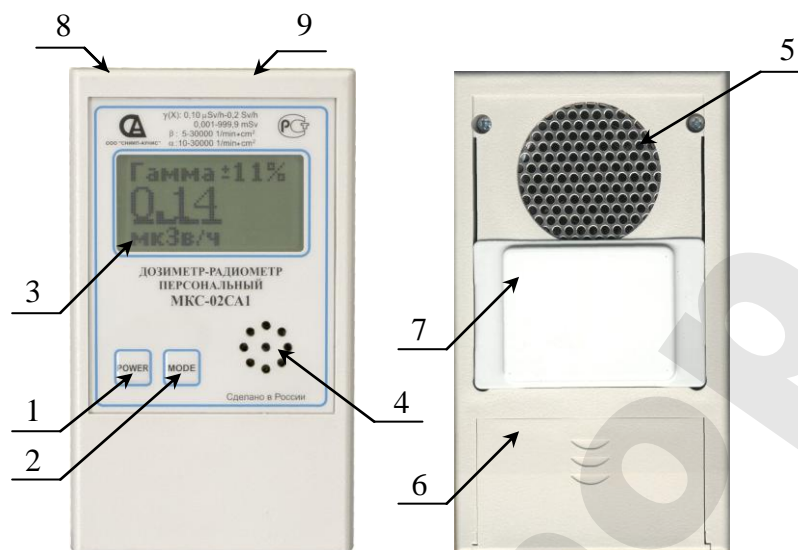

Рис. 1. Общий вид прибора МКС-02СА1
- снимите крышку отсека питания (см. Рис. 1);
- закройте рабочую поверхность детектора, сдвинув поглощающий экран (см. Рис. 1) в верхнее положение.
- подключите выходной разъём сетевого адаптера к разъёму mini USB, расположенному в верхнем торце прибора (см. Рис. 1);
- подключите выходной разъём блока детектирования к разъёму 9 (см. Рис. 1).
- закройте входное окно детектора, сдвинув экран (см. Рис.1) в верхнее положение;